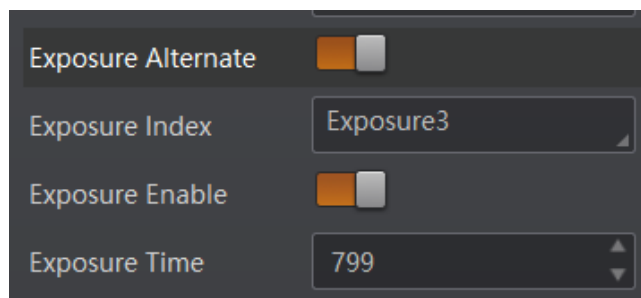

图4-10 交替曝光
5. 在 Exposure Time 中设置所选参数的曝光值，如图 4-10 所示。